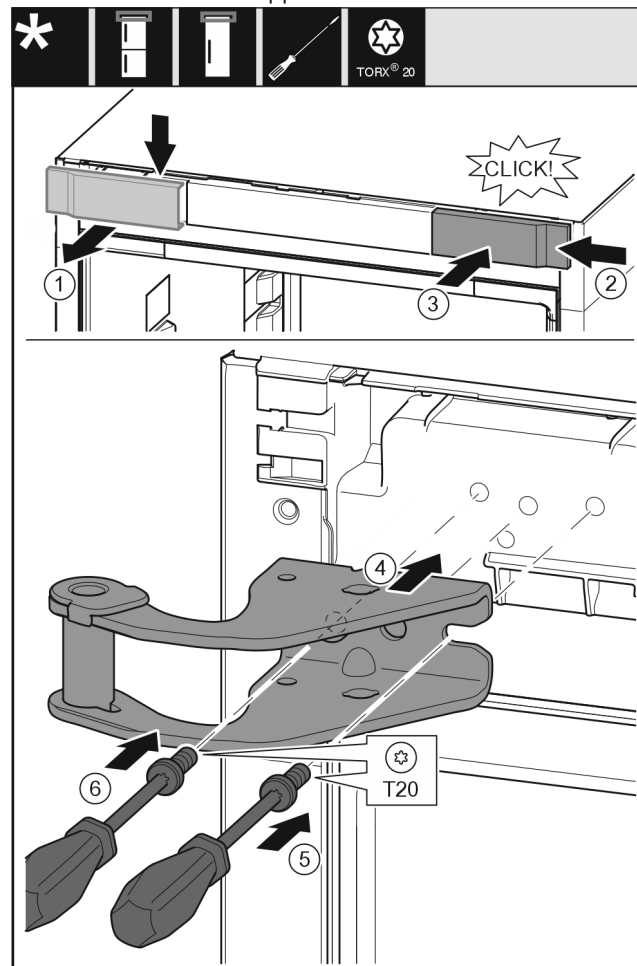

Fig. 11
- ▶ Rimuovere la copertura dall'alto in avanti. Fig. 11 (1)
- ▶ Ruotare la copertura di 180° e agganciarla sull'altro lato da destra. Fig. 11 (2)
- ▶ Innestare la copertura. Fig. 11 (3)
- ▶ Applicare il blocco di supporto superiore. Fig. 11 (4)
- ▶ Applicare la vite con il cacciavite T20 e serrare. Fig. 11 (5)
- ▶ Applicare la vite con il cacciavite T20 e serrare. Fig. 11 (6)